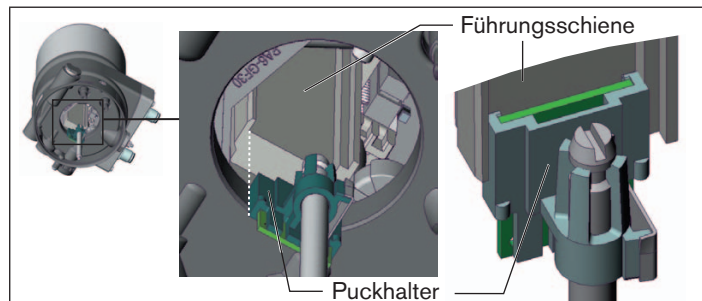

Bild 7: Ausrichten des Puckhalters
1. der Puckhalter in die Führungsschiene des Positioners / Prozessreglers (siehe „Bild 7“) und